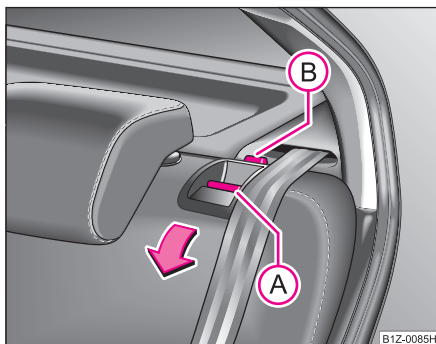

Fig. 66 Desbloquear el respaldo de asiento trasero
- Presione el botón de desbloqueo (A) y abata el respaldo del asiento trasero hacia delante ⇒ fig. 66.
- Cerciórese de que la espiga roja (B) está cubierta ⇒ página 93, fig. 66.
El asiento trasero está equipado con una señalización del seguro del respaldo. Si desbloquea el respaldo del asiento trasero, surgirá de él una espiga roja (B) ⇒ página 93, fig. 66. Si ha enclavado debidamente el respaldo del asiento trasero, se introducirá la espiga roja (B) en el respaldo del asiento trasero y ya no se verá más.